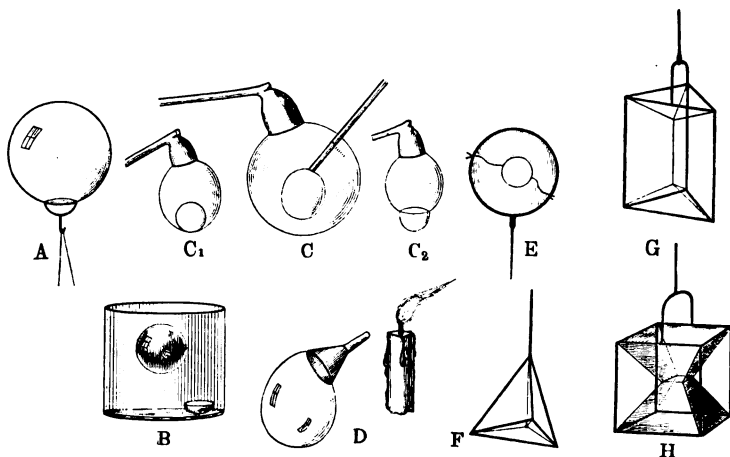

Fig. 35. Allerhand Versuche mit Seifenblasen.
Die Steigkraft derart mit Leuchtgas gefüllter Blasen ist bei einiger Größe so bedeutend, daß sie noch etwas Last mit empor zu nehmen vermögen. Freilich darf sie nicht groß sein und die Befestigungsvorrichtung muß möglichst leicht gehalten werden. Letztere besteht (Fig. 35, A, a. S. 122) aus einem 1 bis 1,5 cm im Durchmesser haltenden Ring von ganz dünnem Kupfer- oder Messingdraht, von dem zwei gegenüberliegende Punkte durch einen wsmöglich noch dünneren Drahtbügel verbunden sind. Ist der Drahtring vorher gut mit Seifenwasser angefeuchtet, so kann man ihn neben dem (aufwärts gerichteten) Pfeifenkopf behutsam an die Blase setzen, wo er haftet, ohne die Seifenblase zu zerstören. Ein kleines Streifchen Papier oder ein winziges Männchen aus demselben Material kann, auf dem Bügel reitend, als Passagier
Um eine Seifenblase auch ohne Gasfüllung schwebend zu erhalten, können wir wie folgt verfahren. Auf den Boden eines großen Weißbierrglases (Fig. 35, B) wird ein kleines Schälchen gestellt und mit Marmorbruchstücken gefüllt. Marmorabfall erhält man in jedem Steinmeggeschäft, das sich etwa mit der Anfertigung von Friedhofsdenkmalern abgibt, oder auch in Handlungen für chemischen Bedarf, fast umsonst. Dann gießt man in einem kleinen Gläschen zu zehn Teilen Wasser einen Teil Salzsäure — nicht umgekehrt — und schüttet die Mischung über die Marmorstückchen. Sofort beginnt ein ziemlich starkes Kochen und Aufbrausen. Man vermeidet nun, das Weißbierrglas dem Luftzug auszusetzen oder gar in dasselbe hineinzublasen, sondern läßt es ruhig stehen, bis das Brausen einigermaßen nachgelassen hat. Dann ist der Versuch so weit vorbereitet, daß man vorsichtig eine nicht zu kleine Seifenblase in das Weißbierrglas fallen lassen kann. Diese Seifenblase benimmt sich nun ganz sonderbar. Sie fällt herab fast bis auf den Boden, fährt aber, ohne ihn berührt zu haben, wieder empor, fällt wieder herab, und bleibt schließlich irgendwo im Glase schweben. So, von keinem Lufthauch berührt, entfaltet sie ihre volle Farbenpracht. Wir beobachten eine bestimmte Stelle und bemerken, daß sie von einem lichtblauen Farbenton in einen grünen, gelben, dann in einen roten und schließlich in einen purpurnen übergeht, um dann mit einem blauen Ton, der jedoch prächtiger und tiefer ist als der erste, die Farbenreihenfolge von neuem wieder zu beginnen. Dabei sinkt die Seifenblase allmählich tiefer herab und zerplatzt meist, ehe sie den Boden erreicht hat.
Ein Glasröhrchen von etwa 25 cm Länge und 3 mm Durchmesser, dessen Ränder rundgeschmolzen sind (Seite 17), wird in ein Wasserglas mit Seifenlösung gestellt, bis es diese an der eingetauchten Oberfläche gut angenommen hat und darauf durch die Haut einer Seifenblase gestoßen, die zu mäßiger Größe vorher mit der gewöhnlichen Tonpfeife aufgeblasen wurde (Fig. 35, C). Man kann nun durch Blasen in das Röhrchen mit Leichtigkeit eine zweite Seifenblase in der ersten erzeugen und durch ein ruckartiges Zurückziehen des Glasröhrchens von diesem befreien. Sie fällt dann auf den Boden der großen Blase, wo sie liegen bleibt wie der Apfel im Korbe (Fig. 35, C₁). Ein leichter Ruck an der Tonpfeife und die kleine Seifenblase fällt durch die Wandung der großen hindurch, bleibt aber außen als kleine Gondel hängen (Fig. 35, C₂).
genommen ist. Hat die Blase die Größe eines kleinen Apfels erreicht, so bringt man die Öffnung des Trichters vor ein brennendes Licht (Fig. 35, D) und bemerkt dann sofort, daß die Flamme von einem aus der Mündung dringenden Luftstrom zur Seite geblasen wird. Man sieht auch, wie der Luftstrom immer stärker wird, und muß daraus schließen, daß der Druck der Kräfte in der Seifenhaut mit schwindender Oberfläche wächst.
Wir sind gewohnt, die Seifenhaut zur Kugel geformt zu sehen, sie läßt sich aber ebenso gut in alle anderen Formen bringen. Dreht man beispielsweise einen 4 cm im Durchmesser haltenden Ring aus Draht zusammen (Fig. 35, E) und taucht ihn an einem Stiel ganz und gar in Seifenlösung, so zeigt er sich mit einer völlig ebenen Seifenhaut überzogen, die, gegen das Licht betrachtet, klar ist wie eine Fensterscheibe. Im auffallenden Licht erscheinen auf ihr, von oben nach unten wandernd, die Regenbogenfarben. Daß auch diese Haut sich durch Spannung verkleinern will, kann auf überraschende Weise gezeigt werden. Ein Seidenfaden, dessen mittleres Stück doppelt ist, wird etwas locker über den Ring gespannt und mit diesem zugleich in die Seifenlösung getaucht. Er bleibt dann in einer schlaffen Linie auf der sich bildenden Seifenhaut liegen. Stößt man jedoch mit einer trockenen Nadel in die mittlere Schlinge hinein und zerstört hier die Haut, so springt diese zu einem Kreis auf, dessen Rundung und Vollkommenheit gar nichts zu wünschen übrig läßt, d. h. die unverletzte Seifenhaut zieht sich so weit zurück und verkleinert sich so weit, als es eben nur möglich ist (Fig. 35, E).
dann regelmäßige Figuren entstehen, wenn die Drahtkörper regelmäßig gebildet sind. Sie erregen durch die Genauigkeit ihres Baues, durch die Schärfe der Kanten und Winkel Staunen und Bewunderung zugleich. Ist der Drahtkörper eine dreiseitige Pyramide (Fig. 35, F), so laufen von jeder der sechs Kanten Seifenhäutchen nach der Mitte hin. Je drei treffen in einer gemeinsamen Kante zusammen. Bei einem Prisma ist die Gliederung noch reicher, da sich die auf der Grundfläche erhebende flache Pyramide oben, hier natürlich mit abwärts gerichteter Spitze, noch einmal wiederholt und das ganze System daher zwei Knotenpunkte aufweist, in denen die Kanten zusammenlaufen (G). Das reizvollste Gebilde liefert ein Würfel, in dessen Mitte ein Quadrat aus Seifenhaut von acht anderen, schräg nach oben und unten laufenden Häutchen ausgespannt wird (H).